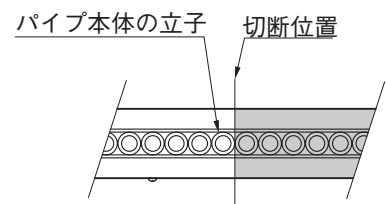

図2-3 A部拡大図
- パネル本体の切断位置は、パネル本体の立子の谷間を切断するとパネル本体の立子と清水垣側枠の隙間がなくきれいに仕上がります。(図2-3参照)